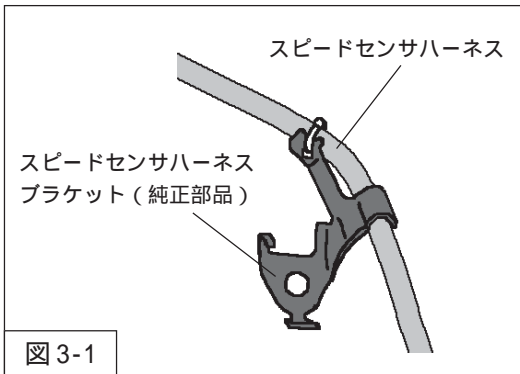

図3-1
1. スピードセンサハーネスをダンパー A S S Y から取外し、スピードセンサハーネスブラケット（純正部品）をハーネスから取外してください。（図3-1）